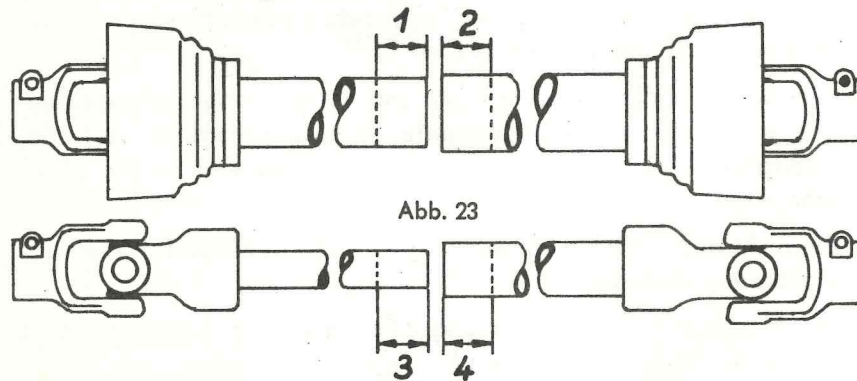
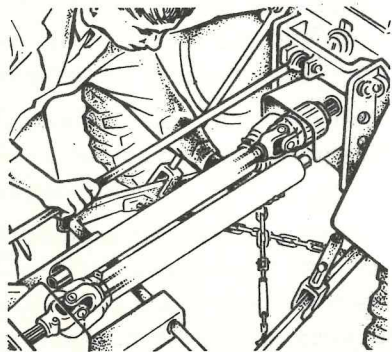
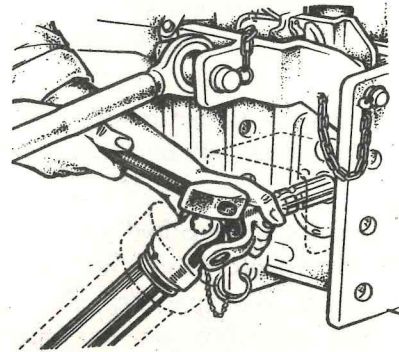

Abb. 23
Abb. 24
Abb. 25
Nach der richtigen Einhängung wird die Gelenkwelle angeschlossen. Es ist hierbei darauf zu achten, daß die Schiebesticke der beidseitigen Schnellkupplungen richtig eingerastet sind. Bei weitester Winkelstellung ist die Gelenkwelle auf genügende Rohrüberdeckung zu kontrollieren. Dabei ist zu berücksichtigen, daß zu lang gewählte Rohre die Gelenkwelle bei Kurvenfahrten beschädigen. Bei der Verschiedenartigkeit der Zapfwellenlage am Schlepper ist eine Längenkorrektur oft erforderlich (s. Abb. 23). Diese Korrektur muß bei beiden Profilrohren sowie am Gelenkwellenschutz vorgenommen werden und ist zweckmäßigerweise von einem Fachmann vorzunehmen. Abbildung 24 zeigt, wie man das richtige Längenmaß der Rohre findet. Das Schlagwerkzeug beim Ankuppeln der Gelenkwelle nie anders als in Abbildung 25 ansetzen.
- B) Vor dem Ankuppeln die Anschlußwellen auf einwandfreien Zustand überprüfen und Einrasten der Schnellverschlüsse beachten. Niemals Schlagwerkzeug anders als in Abb. 25 gezeigt ansetzen.